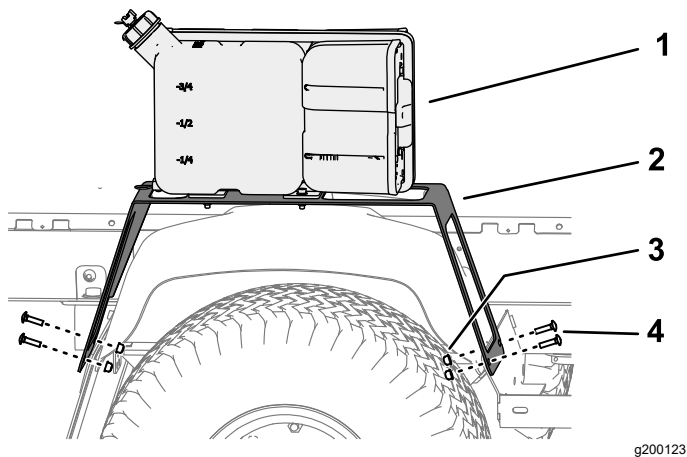

Figura 6
3. Alinee los orificios de la pata delantera del soporte con los orificios del soporte del guardabarros y el guardabarros (Figura 6).
4. Sujete el soporte en el soporte del guardabarros y en el guardabarros con 2 pernos de cuello cuadrado (5/16" x 1/4") y 2 contratuercas con bridas (5/16") como se muestra en Figura 6.
5. Alinee los orificios de la pata trasera del soporte con los orificios del protector contra salpicaduras, el soporte del guardabarros y el guardabarros (Figura 6).
6. Sujete el soporte en el protector contra salpicaduras, el soporte del guardabarros y el guardabarros con 2 pernos de cuello cuadrado (5/16" x 1 1/4") y 2 contratuercas con bridas (5/16") como se muestra en Figura 6.